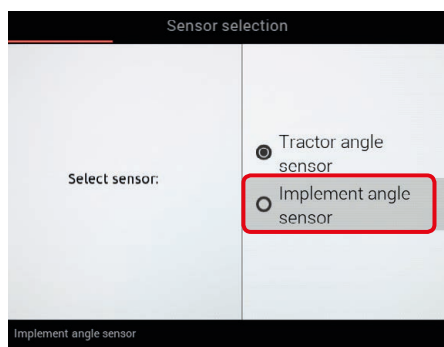

Fig. 38
**2** Select **Implement angle sensor** (Fig. 38) and press **[OK]**.